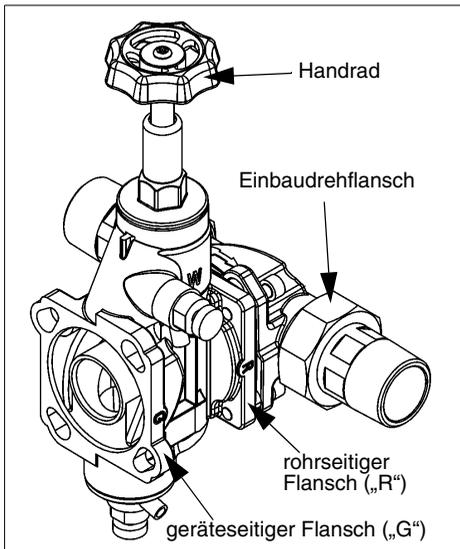

Abb. 3: Umgehungsventil (JQX)
- Das Umgehungsventil auf der mit dem eingegossenen Buchstaben „R“ (Rohr) gekennzeichneten Flanschseite mit dem Einbaudrehflansch durch Einrasten des Bajonetts verbinden (siehe Abb. 3).